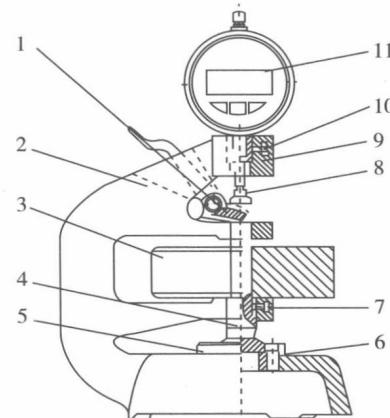

图 1 - 1 肖伯尔式厚度测定仪 (PN - PT6)
2. 仪器：PN - PT6 型纸与纸板厚度仪，简称测微仪（图 1 - 1）。